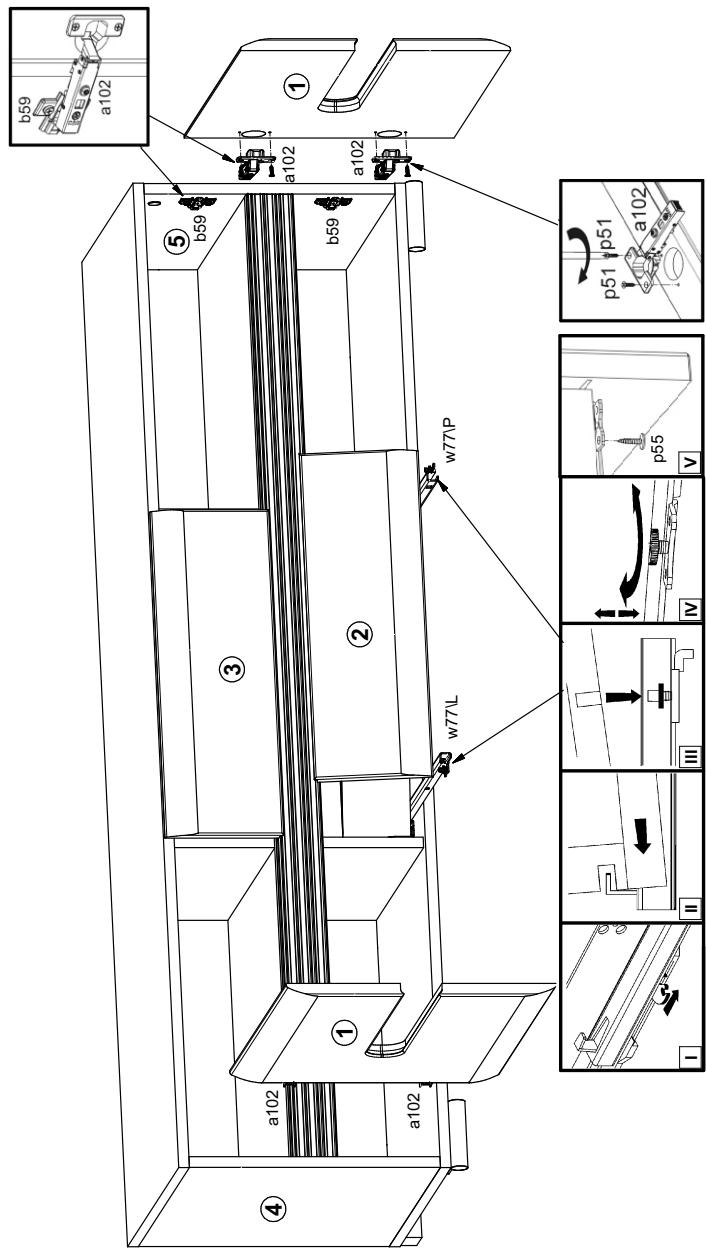

Рисунок 6
21. Положить дверь 1 на корпус изделия, совместив петли шарнирные a102 шурупами p51 (см.рис. 6).
23. Вставить ящики выдвижные в корпус изделия на направляющие w77 (см.рис. 6).
24. Зафиксировать ящики на направляющих w76 с помощью шурупов p55 (см.рис. 6).